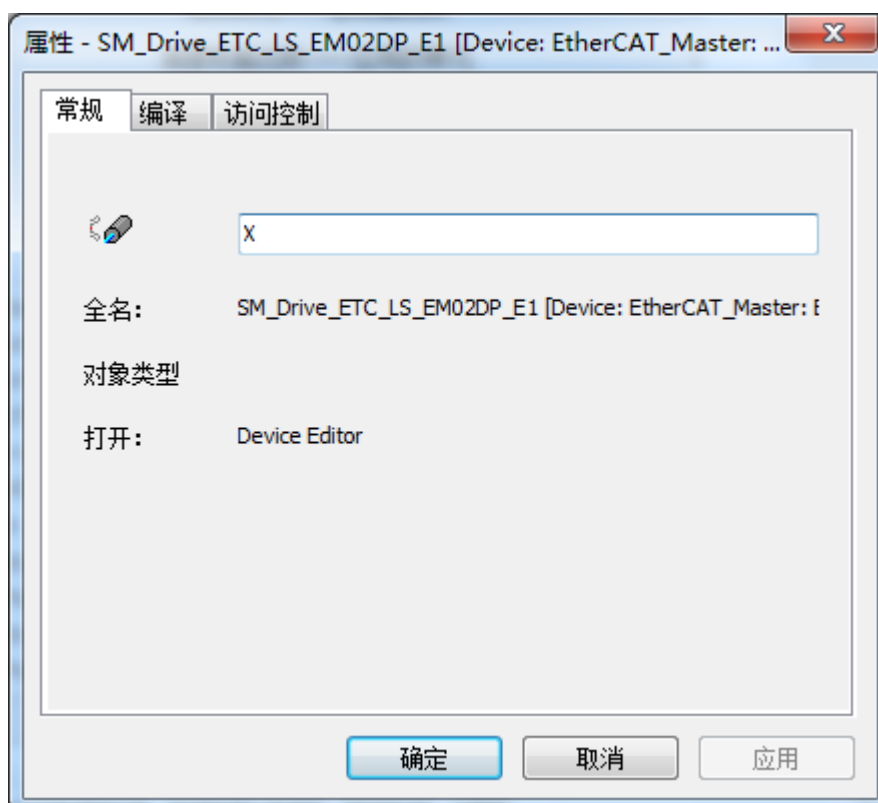

图 6.19 修改轴名称
(3) 属性设置。右击 402 轴“SM_Drive_ETC_LS_EM02DP_E1” => 选择“属性”=> 选择“常规”，如图 6.19，将本轴的名称修改为“X”。